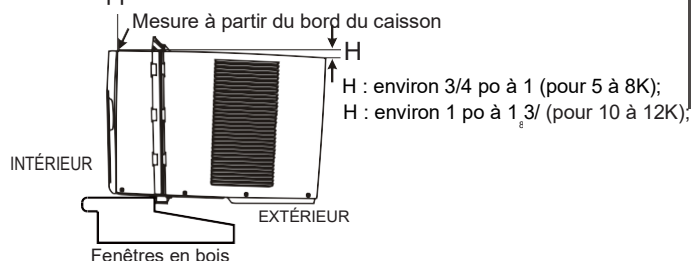
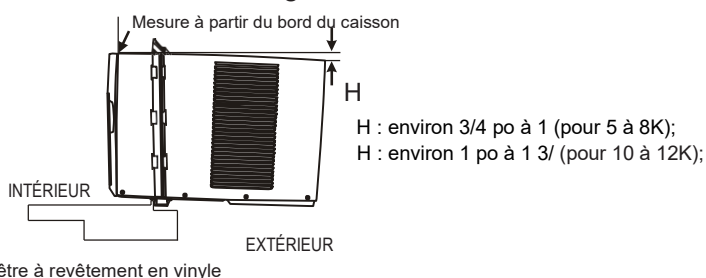

Fig. 5A
Fig. 5B
A. Maintenez fermement le climatiseur, placez avec précaution l'appareil dans l'ouverture de la fenêtre de sorte que le cadre inférieur du climatiseur se trouve contre l'appui de fenêtre (Fig. 5A et Fig. 5B). Fermez délicatement la fenêtre derrière le rail supérieur de l'appareil.
REMARQUE : vérifiez que le climatiseur est incliné vers l'arrière d'environ H (Fig. 5A et Fig. 5B) (inclinaison arrière vers l'extérieur d'environ 3 à 4°). Si votre appareil est correctement installé, la condensation ne doit pas s'évacuer de l'orifice d'évacuation du débit d'air lors d'une utilisation normale; corrigez l'inclinaison dans le cas contraire.